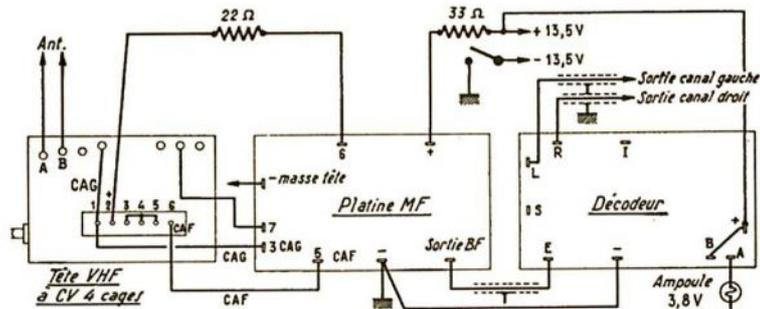

Fig. 7. — Liaisons entre modules dans le cas de l'utilisation d'une tête VHF à CV 4 cages
**Liaisons entre modules :** La figure 7 montre le branchement pratique des cosses de la tête VHF avec CV à 4 cages, de la platine amplificatrice MF et du décodeur. Seules les liaisons entre tête VHF et amplificateur MF sont différentes par rapport au précédent modèle.